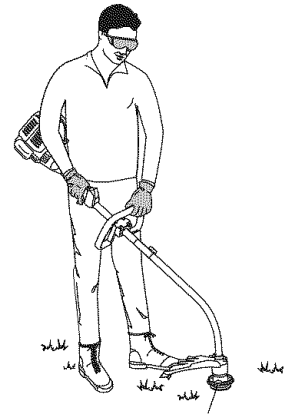

Fig. 2
3. Mientras sostiene la unidad en posición de operación (Fig. 2), coloque la manija en D en la posición que le brinde el mejor agarre.